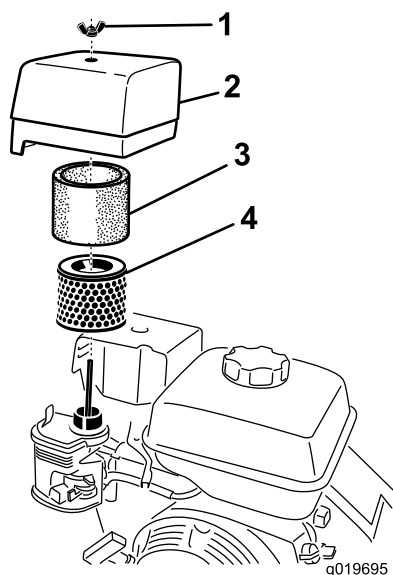

Figure 18
4. Retirez l'écrou de fixation du couvercle (Figure 18).
6. Déposez les éléments en mousse et papier de la base (Figure 18).
7. Sortez l'élément en mousse de l'élément en papier (Figure 18).